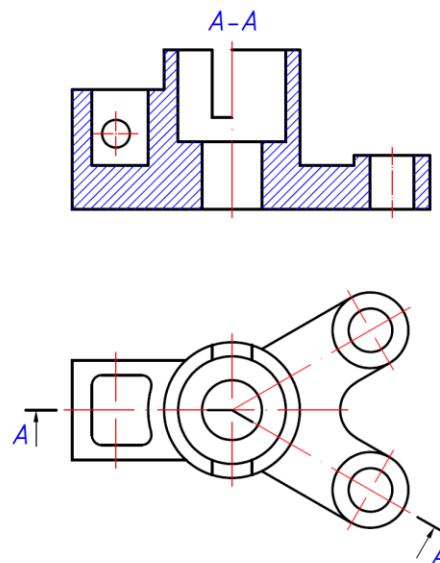

Fig. 9.10. Secțiune frântă
- **secțiuni frânte**, dacă suprafața de secționare este formată din mai multe plane consecutiv concurente sub un unghi diferit de 90° (fig. 9.10).